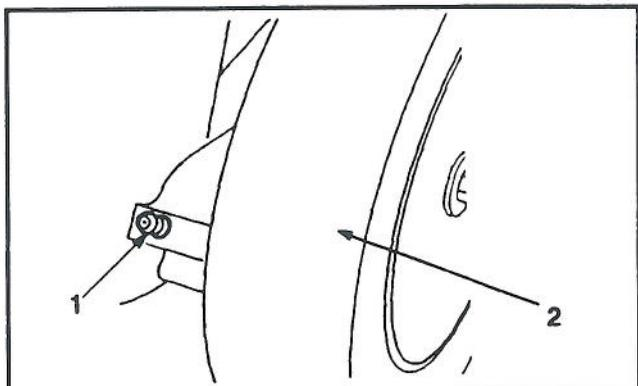

Figure 21
2. Places les leviers de hauteur de coupe des roues arrière en position "2". Essuyer les graisseurs avec un chiffon propre (fig. 21). Placer l'embout de la pompe à graisse sur le graisseur et pomper délicatement 1 ou 2 fois la graisse multi-usages au lithium No. 2.